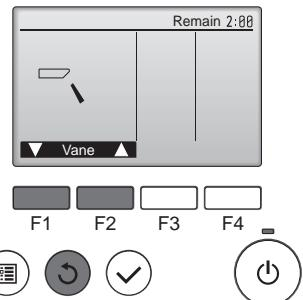

Fig. 6-6
- ① Vérifiez le fonctionnement de l'ailette automatique à l'aide des **F1** **F2** boutons. (Fig. 6-6)
② Appuyez sur le bouton **⌚** pour revenir à l'écran "Test run operation" (Test fonctions).
③ Appuyez sur le bouton **⊕**.